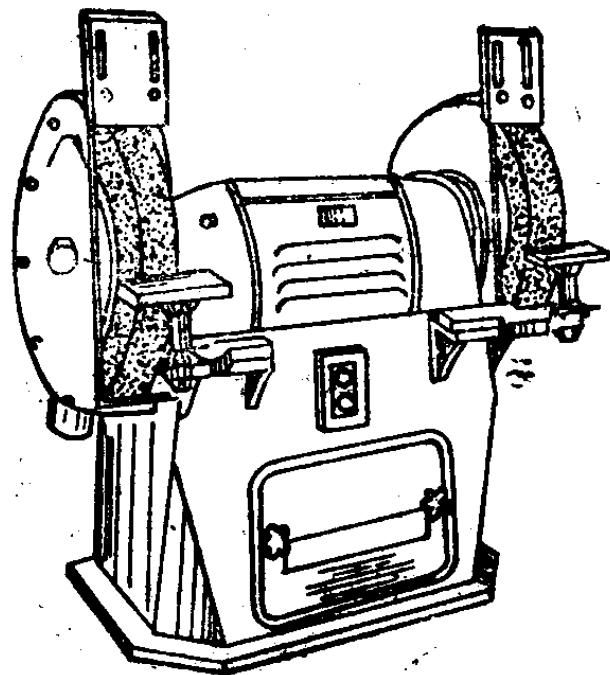

图 1-3 砂轮机
3. 砂轮机 砂轮机可用采磨削各种刀具和工具，如锯子、钻头、刮刀等。砂轮机主要由砂轮、电动机、机座、托架和防护罩组成(图1-3)。
(1) 砂轮的旋转方向应正确(图1-3中箭头所指方向),以使磨屑向下方飞离砂轮。
(2) 砂轮机启动后, 应先观察运转情况, 待转速正常后方可进行磨削。
(3) 磨削时, 工作者应站在砂轮的侧面或斜侧位置, 不要站在砂轮的正面。
(4) 磨削时不要使工件或刀具对砂轮施加过大压力或撞击, 以免砂轮碎裂。
(5) 要经常保持砂轮表面平整, 发现砂轮表面严重跳动, 应及时修整。
(6) 砂轮机的托架与砂轮间的距离一般应保持在3毫米以内, 以免发生磨削件轧入而使砂轮破裂。
(7) 应定期检查砂轮有无裂纹, 两端螺母是否锁紧。